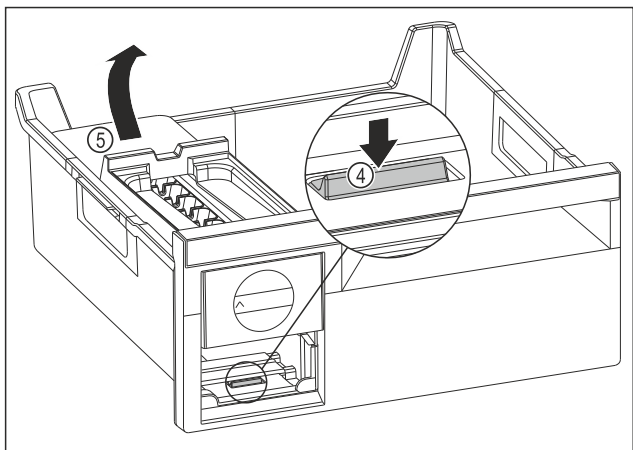

Fig. 105
- ▶ 取出 EasyTwist-Ice 机身：用手指朝下按压接片 Fig. 105 (4) 并同时从后面用另一只手提升 EasyTwist-Ice 机身 Fig. 105 (5)。